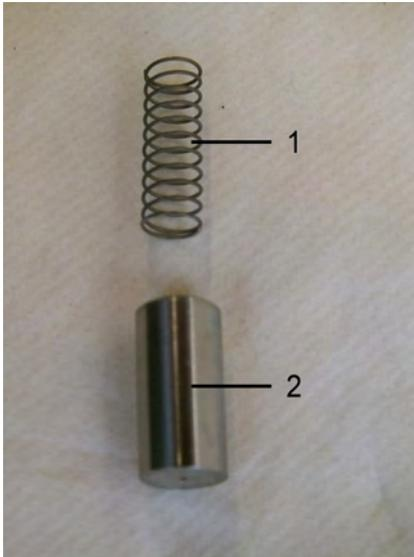

Abb. 44: Innenteile
3. ➤ Feder (Abb. 44/1) in den Schwabekörper (Abb. 44/2) einführen